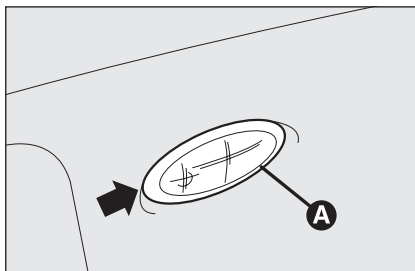

fig. 38
- estrarre la plafoniera **A-fig. 38** facendo leva nel punto indicato dalla freccia;